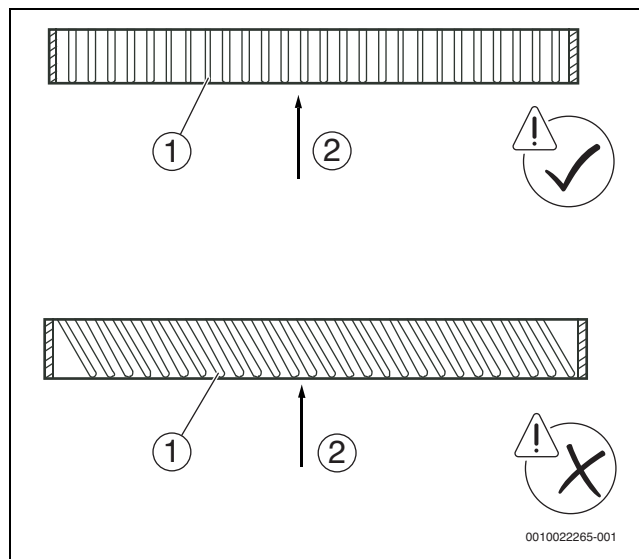

Bild 11
- Die Lamellen des Lufteinlassgitters so ausrichten, dass sie parallel zur Lufteinströmrichtung stehen. Wenn die Ausrichtung der Lamellen am Lufteinlassgitter und die Lufteinströmrichtung nicht übereinstimmen, entstehen störende Geräusche (→ Abb. 11).